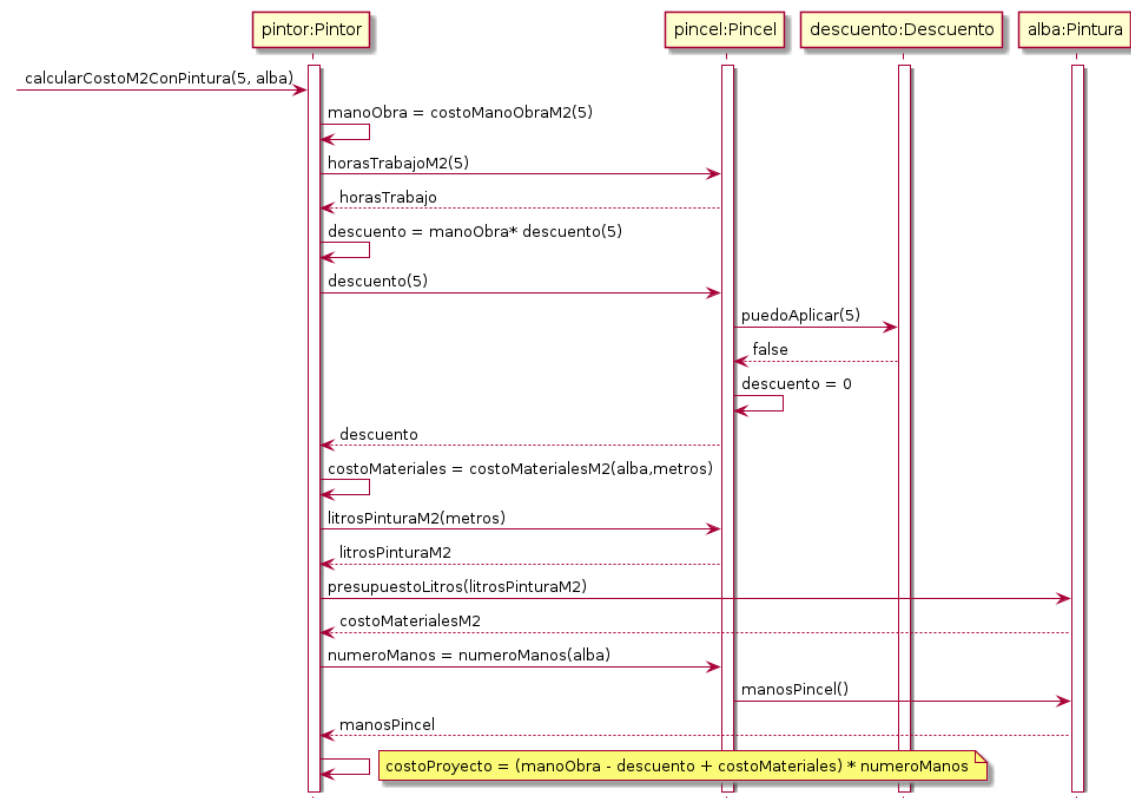

Figura 4: Diagrama de Secuencia de calcularCostoM2ConPintura(metros: int, pintura: Pintura).
- Los pasos que hace el pintor para calcular su presupuesto se abstrayeron en la figura 4 para darle claridad al diagrama.
Se puede observar que el comportamiento es idéntico al de la figura 4 con la excepción que ahora aplica el descuento. El objeto descuento conoce cuánto descuento debe de aplicar según la herramienta y decide si se puede aplicar o no.